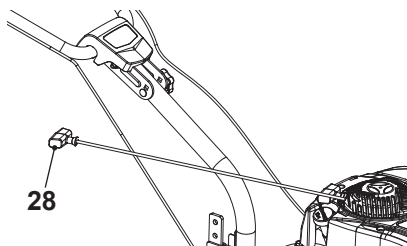

Fig. 21
Puxe o manípulo de arranque de recuo (28) ligeiramente até que sinta resistência e depois puxe-o rapidamente. Faça-o novamente até que o motor arranque (fig. 21).